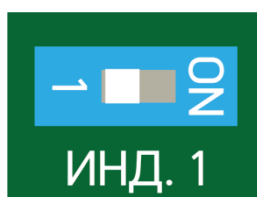

Рисунок 7.32
– по окончании настройки отключить сигнальный светодиод, установив флажок выключателя (поз.3 рисунок 7.1) в левое положение (положение «1») (рисунок 7.32).